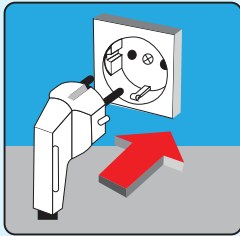

Abb. 13
- Wenn das Gerät während des Transports zu stark gerüttelt wurde, lassen Sie die Eisvitrine (1) Stunde ruhen, bevor Sie es in Betrieb nehmen. So kann das Kompressoren-Öl, sollte es ins System gelaufen sein, wieder zurücklaufen. Sollten Sie das Gerät, ohne dieses zu beachten, in Betrieb nehmen, könnten Sie somit dem Kompressor schaden.
- Schließen Sie das Gerät nur an einen Stecker an, der entsprechend den Regulierungen angebracht wurde und 220-240V/ 50 Hz Alternativspannung besitzt. (Abb. 13)